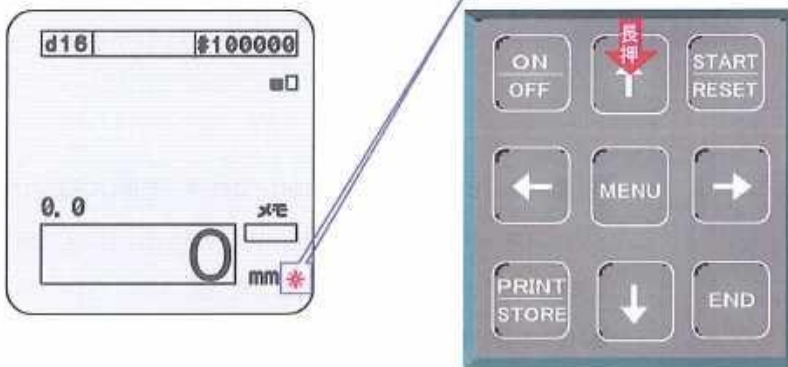

図5
- ↑キーを長押しすることにより、バックライトを点灯(0)または消灯することができます。(図5参照)